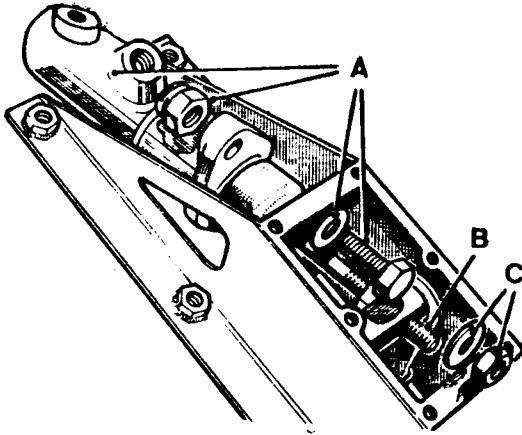

Fig. B2-6 - Piezas de fijación del cilindro al soporte.
- 1.2.- Después de quitar la tapa (fi. B2-3) y junta, se extraerán los tornillos de fijación del cilindro al soporte (fig. B2-6), la tuerca y la arandela que sujeta la varilla de empuje del cilindro principal, con lo que éste podrá separarse del soporte.